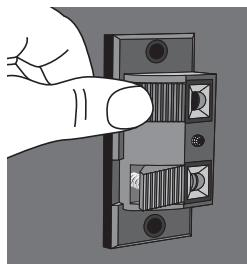

figure 6
2. Appuyer doucement sur le bouton pressoir pour ouvrir la borne (**figure 6**).